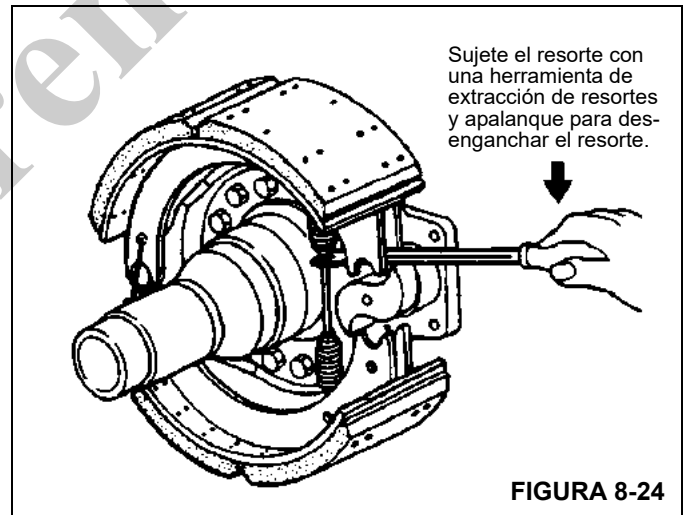

FIGURA 8-24
10. Si los resortes están conectados por un poste de resorte (collar), empuje el extremo de leva de la zapata superior hacia la leva. De otro modo, empuje el extremo de leva de ambas zapatas hacia la leva. Con una herramienta de extracción de resortes, sujete el resorte y apalanque para desenganchar el resorte de retorno de la zapata superior. Retire el resorte y deséchelo (Figura 8-24).